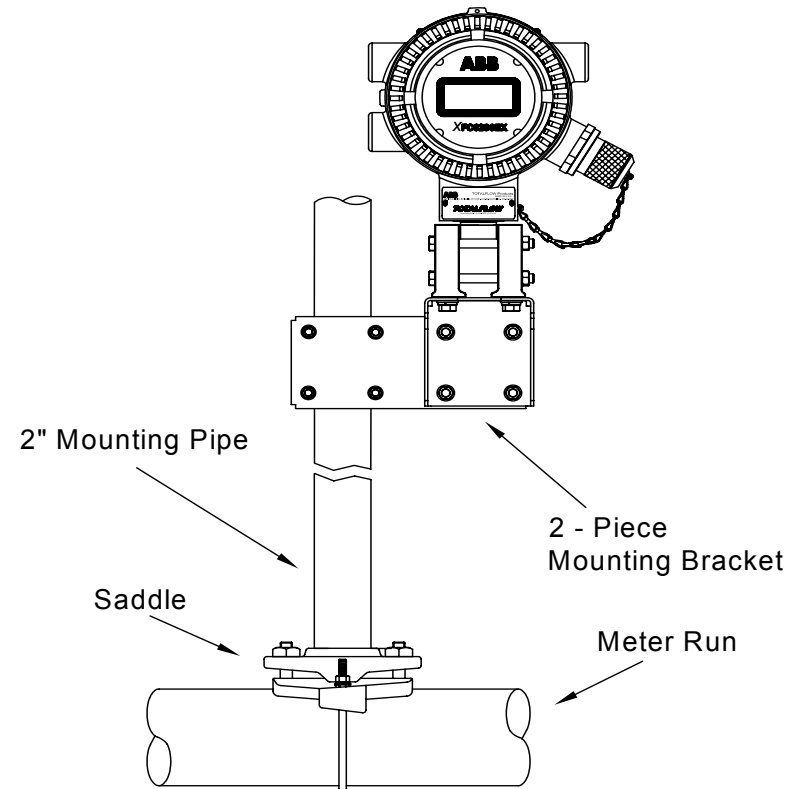
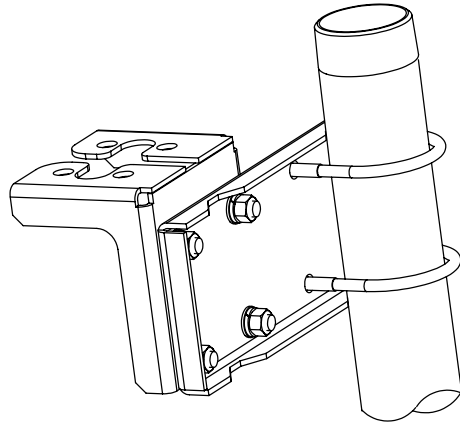

Abbildung 1 (Typische Installation)
Abbildung 2 (Seitenhalterung, Artikelnr. 2101913)
3. Bringen Sie die Halterung für den 6200EX (Rohrsattel, direkt montierte Halterung, Einzelrohr etc.) an. Benutzen Sie für die Befestigung des Rohrs an der Rohrleitung ein Sattelmontage-Kit wie in Abb. 1. Sattelmontage-Kits mit unterschiedlichen Größen stehen je nach Rohrlungsdurchmesser zur Verfügung. Bei der Montage des 6200EX an einem Rohr ist die zweiteilige Halterung mit dem Montage-Kit (Artikelnr. 210193) zu verwenden, wie zu sehen in Abb. 2. Schrauben Sie die Seitenhalterung mit den beiden U-Bolzen an das 2-Zoll-Rohr an. Befestigen Sie anschließend die 6200EX Montage- Halterung mithilfe der Befestigungselemente. Der 6200EX kann auf beiden Seiten des Rohrs angebracht werden, je nachdem, wie die Seitenhalterung angeschraubt ist (siehe Abb. 1). Verwenden Sie Silikonspray oder Teflonband, um Abrieb an den Gewinden zu verhindern.